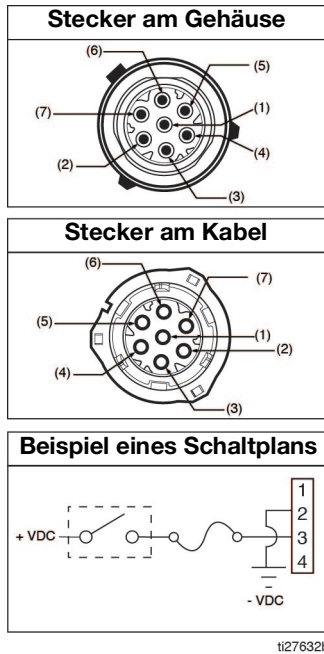

ABB. 5
- Siehe Steckeranordnung in ABB. 5 für die korrekte Position im Stecker.